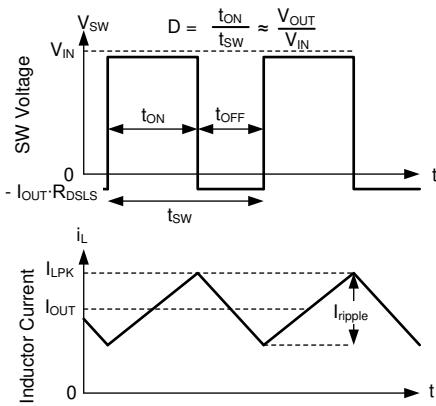

図 7-11. 連続モード (CCM) における SW 電圧とインダクタ電流の波形
LM654x0-Q1 の以下の動作の説明は、セクション 7.2 と 図 7-11 の波形を参照しています。両方とも、内蔵ハイサイド (HS) およびローサイド (LS) NMOS スイッチを各種デューティサイクル (D) でオンにすることで、制御された出力電圧を供給します。HS スイッチのオン時間の間、SW 端子の電圧 ( $V_{SW}$ ) は  $V_{IN}$  の付近までスイングし、インダクタ電流 ( $i_L$ ) は線形的な傾きで増加します。HS スイッチは、制御ロジックによってオフにされます。HS スイッチのオフ時間 ( $t_{OFF}$ ) の間、LS スイッチはオンにされます。インダクタ電流は LS スイッチを通して放電され、LS スイッチの両端の電圧降下によって  $V_{SW}$  をグランドより低い電圧まで強制的にスイングさせます。一定の出力電圧を維持するため、レギュレータループはデューティサイクルを調整します。D は、HS スイッチのオン時間をスイッチング周期で割った値として次のように定義されます。 $D = T_{ON} / (T_{ON} + T_{OFF})$ 。